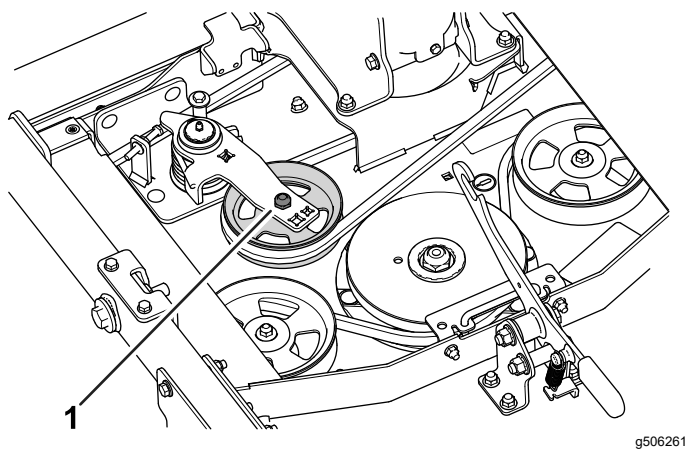

図 7
7. ドライブベルトをアイドラプーリに取り付ける(図 7)。